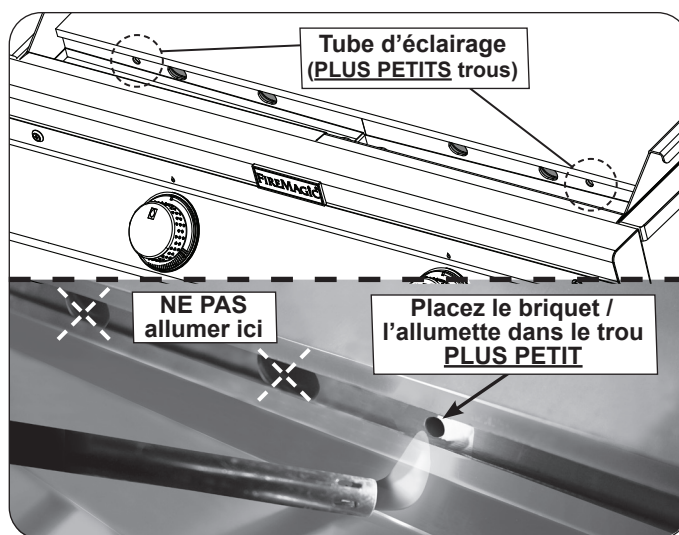

Fig. 36-3 Éclairage manuel
**ATTENTION:** Attendez toujours cinq (5) minutes le gaz pour se dégager après que n'importe quelle tentative non réussie d'éclairage.
2. Tenez un briquet au butane ou une allumette à tige longue jusqu'à l'ouverture du tube d'éclairage (**trou PLUS PETIT**) **pendant 5 secondes**. Puis appuyer sur le bouton de contrôle approprié et en appuyant tourner dans le sens antihoraire à la position **HI LIGHT**. Retirez le briquet ou des allumettes quand le brûleur s'allume, puis relâchez le bouton de commande. Voir la Fig. 36-3.
**ATTENTION:** Si le brûleur ne se allume pas dans les cinq (5) secondes de tourner le bouton de commande, **appuyez immédiatement sur le bouton et tournez la valve sur OFF**. ATTENDEZ CINQ (5) MINUTES avant de répéter les étape 2 des instructions du MANUEL D'ÉCLAIRAGE.